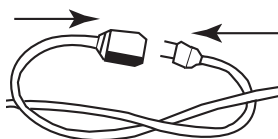

Fig. 8
22. Enchufe el cable en la toma de corriente. Su soplador **3** portátil está listo para usarse. **NOTA:** Si usa un cable de extensión, utilice sólo cables de extensión para exteriores aprobados. Para evitar que se desconecte del cable del artefacto ate los cables como se indica en la **Fig. 8.**